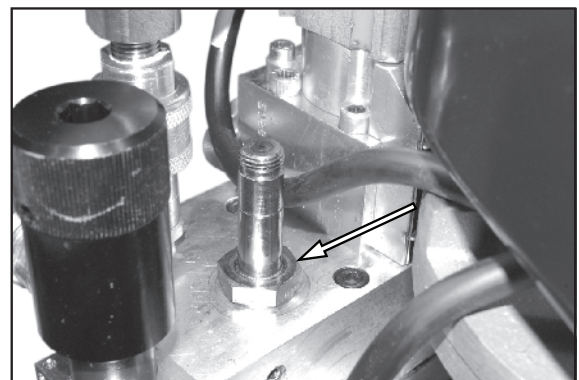

Figura 40.
2. Consulte la Figura 40. Retire la válvula de cartucho de 2 vías.